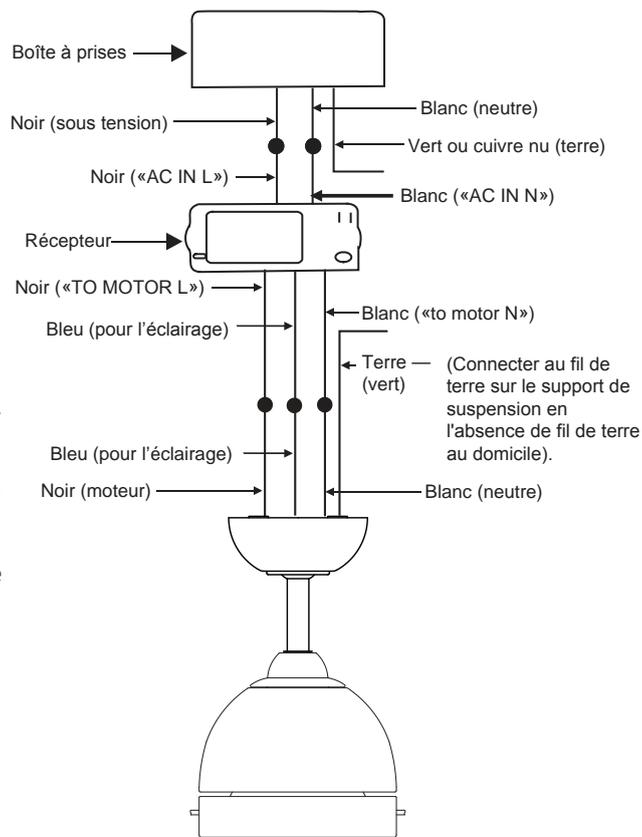

Fig. 12
Étape 2. Connexions électriques entre le moteur et le récepteur : (Fig. 12)
Étape 3. (Fig. 12) Connexions entre récepteur et fils d'alimentation du domicile : Connectez le fil noir (sous tension) du plafond au fil noir marqué "AC IN L" du récepteur. Connectez le fil blanc (neutre) du plafond au fil blanc marqué "AC IN N" du récepteur. Sécurisez les connexions de fils avec les connecteurs en plastique (fournis).
Étape 4. (Fig.12) Si la boîte à prises a un fil de masse (vert ou cuivre nu), le connecter aux fils de mise à la terre du ventilateur : en l'absence de ce fil, connecter le fil de mise à la terre du ventilateur au support de montage. Sécurisez la connexion du fil avec l'écrou en plastique (fourni). Après avoir connecté les fils, séparez-les de sorte que les fils verts et blancs se trouvent sur un côté de la boîte à prises et les fils noirs et bleus de l'autre côté.